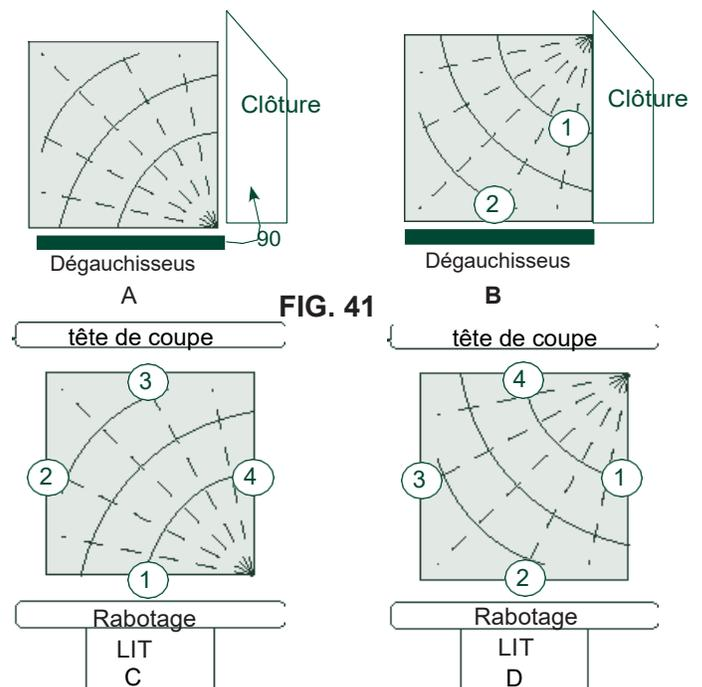

FIG. 41
1. FIG. 41, A - Sur l'joint, côté surface 1 plat.